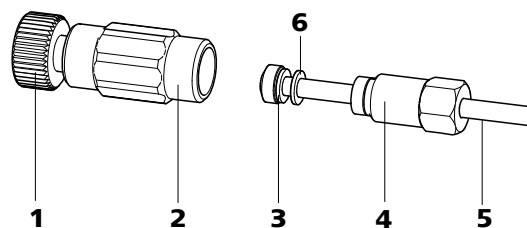

Figura 15 Conectar a entrada da bomba de alta pressão
| 5 | Tubo de aspiração de eluente (6.1834.080)Para aspirar o eluente. O parafuso de aperto (13-4) vem pré-instalado. | 6 | Conexão do tubo (6.1834.090)Conexão do degaseificador de eluente para a bomba de alta pressão ( ver figura 15, página 33 ). O parafuso de aperto (13-4) está montado de forma fixa. |
- Conectar a outra extremidade da conexão do tubo (13-6) (com o parafuso de aperto curto (13-4)) à bomba de alta pressão (ver figura 15, página 33).